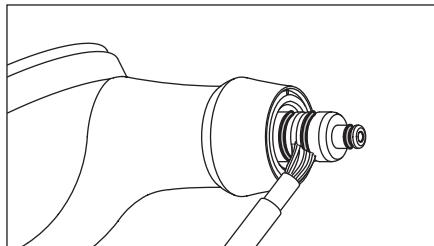

Рис.10
- 1) Тщательно очистите внутреннюю часть соединительной секции наконечника и секцию уплотнительных колец контейнера порошка прилагающейся щеткой. (Рис. 10)